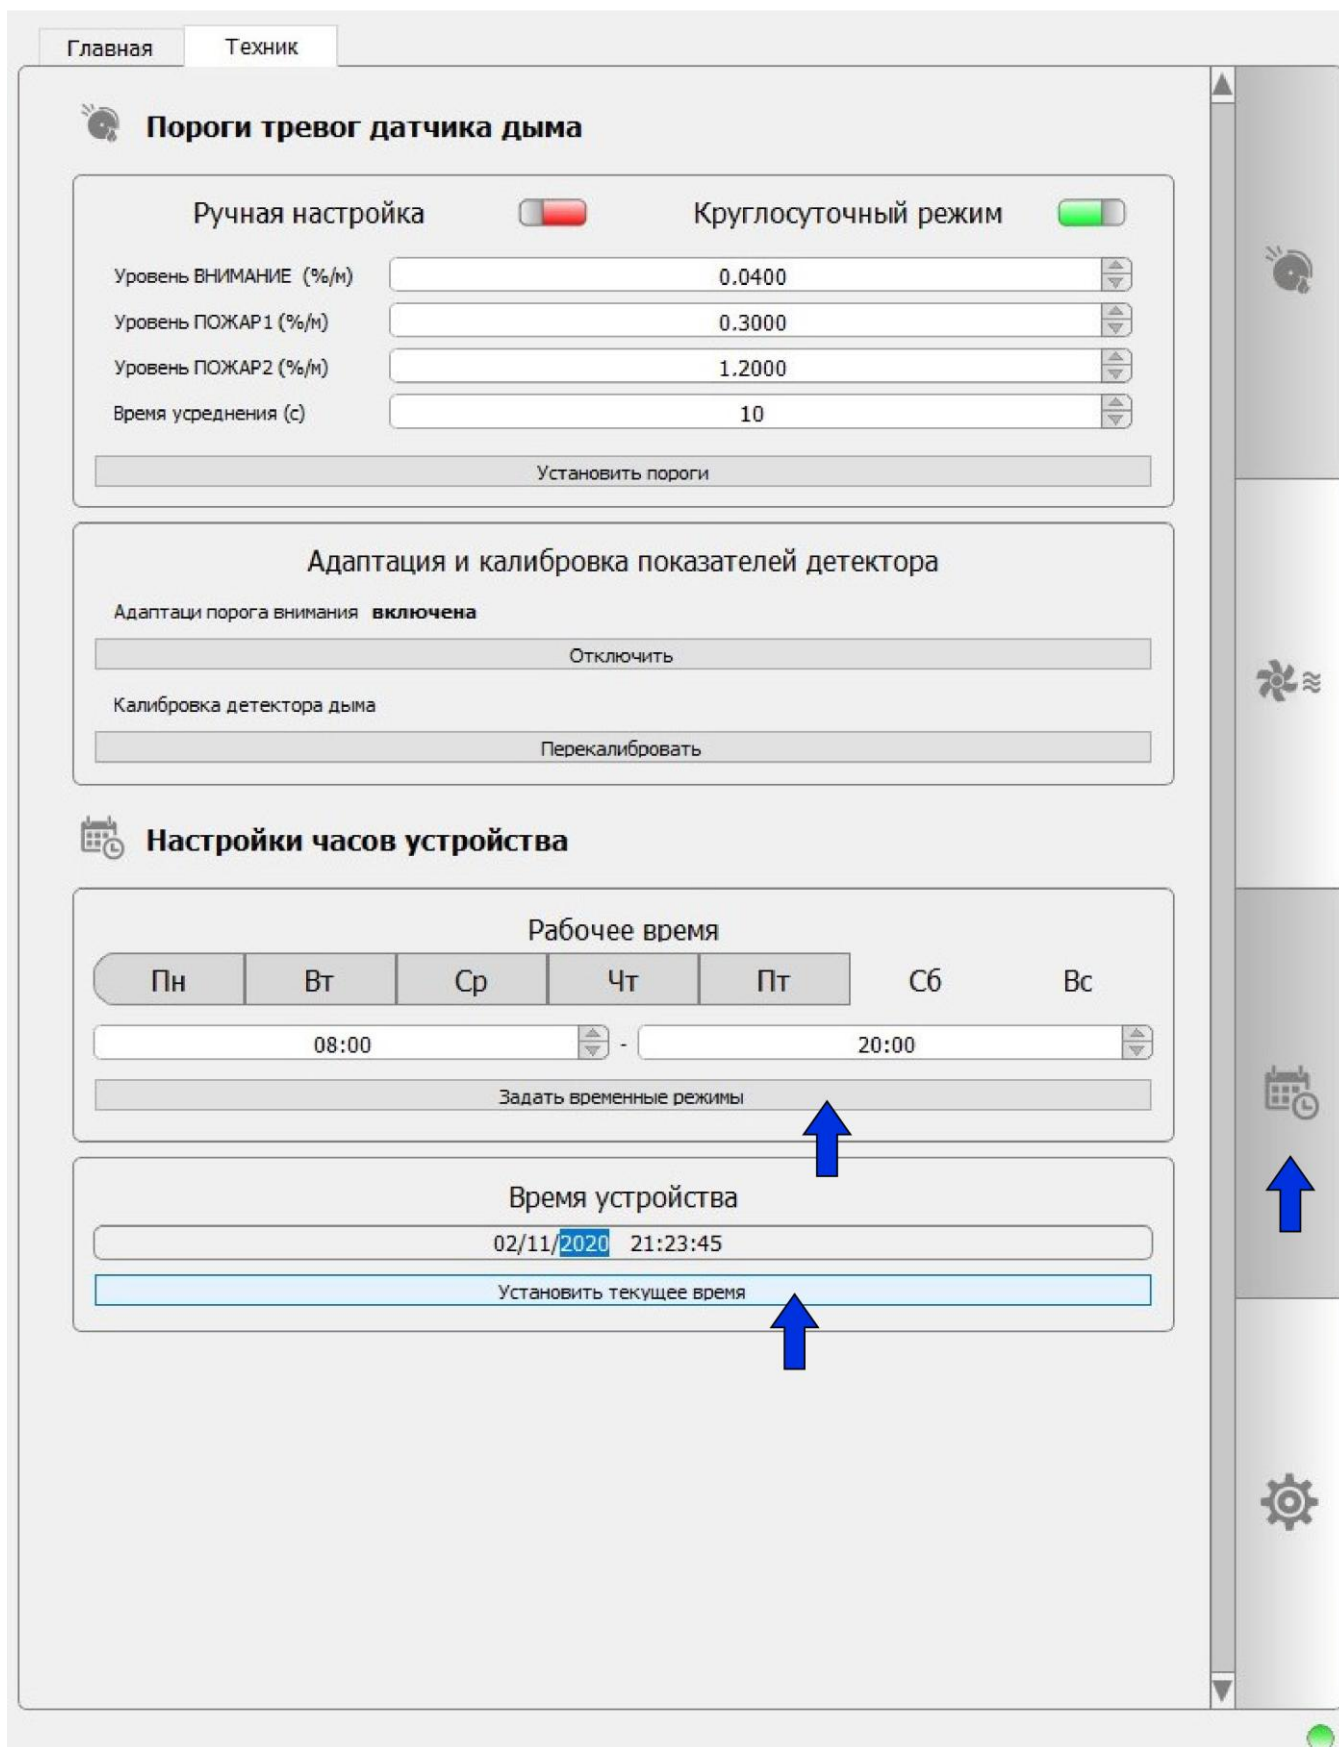

Рисунок 15 – Установка времени и даты
5.10 Конфигурирование извещателя с использованием программы NewIPDA производится в том же порядке, что и с использованием меню извещателя с дисплеем. После запуска программы необходимо ввести пароль техника. Перед началом конфигурирования необходимо проверить дату и время, для этого откройте закладку «Настройки часов устройства» (рис. 15). Для синхронизации с временем компьютера установите курсор на закладке «Установить текущее время» и нажать левую кнопку мыши. Если предполагается работа не в круглосуточном режиме, то необходимо уточнить начало и окончание рабочего дня и задать рабочие дни (рис. 15).